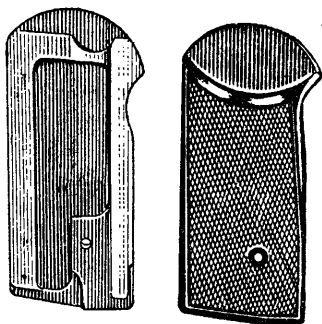

Рис. 40. Щетки рукоятки
32. Щечки рукоятки (рис. 40), правая и левая, прикрывают боковые окна основания рукоятки и служат для удобства удержания пистолета в руке. Щечки изготовлены из пластмассы.